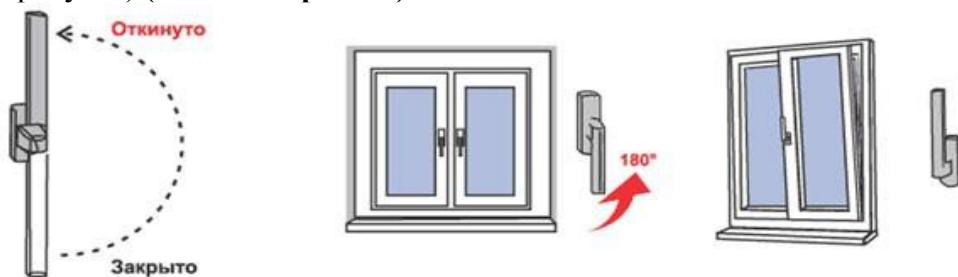

Рис. 2.
2. Для перевода створки из закрытого положение в откидное, поворот створки относительно нижней горизонтальной оси, (положение «Откинуто» на Рис.2) ручку поворачивают вертикально на 180 градусов вверх, затем, потянув за ручку, поворачивают створку относительно нижней горизонтальной оси на заданный изготовителем угол (не более 10 градусов) (**откидной режим**).
3. Для запирания створки из открытого или откидного положения ее сначала закрывают и, придерживая створку рукой, поворачивают ручку вертикально вниз (положение «Закрыто» на Рис. 2).